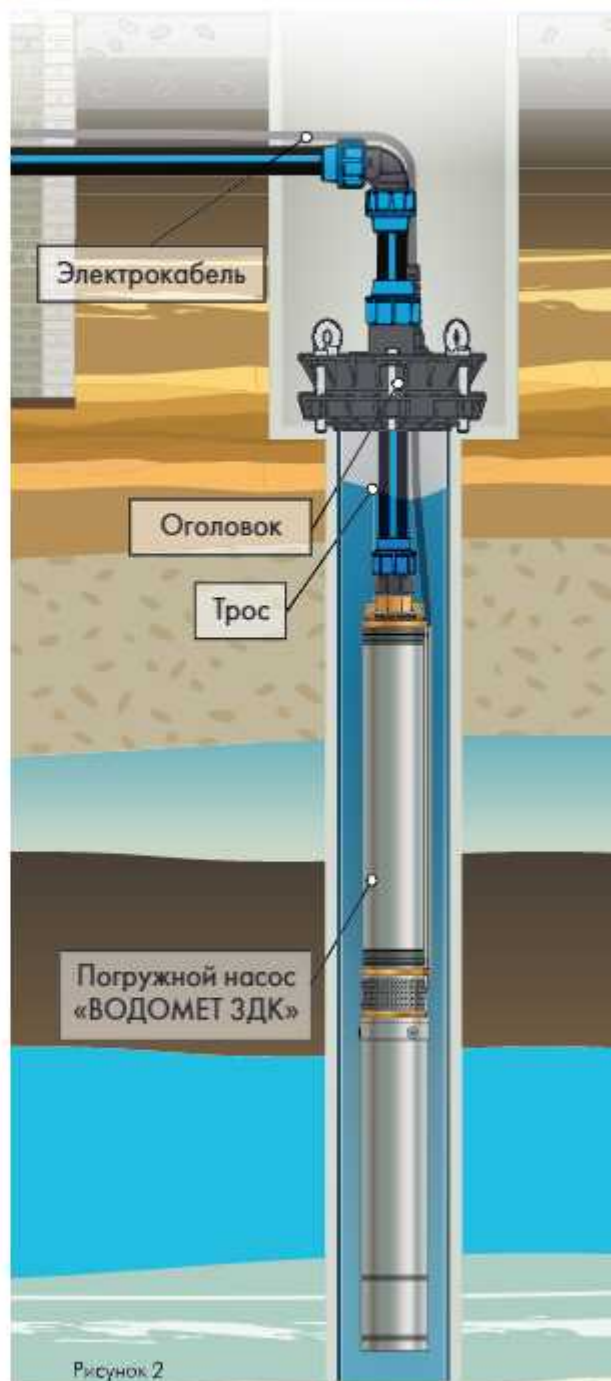

Рисунок 2
5.1 Монтаж насоса (рисунок 2)*